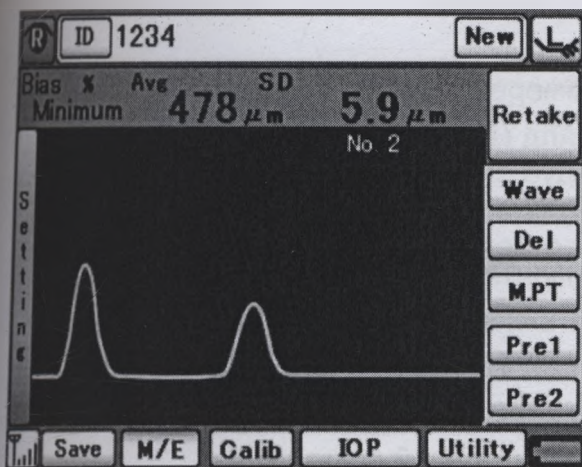

Рис. 3
- 2) Когда прием данных для определенной ячейки памяти завершен, на дисплее появляется номер ячейки памяти и результат измерения (1).
- 3) Когда прием данных завершен или ячейка памяти в режиме ожидания, выберите номер памяти (1), для которого завершенно измерение и коснитесь кнопки "Wave Form" (2) для вывода на дисплей волны из выбранной ячейки памяти (Рис. 3).